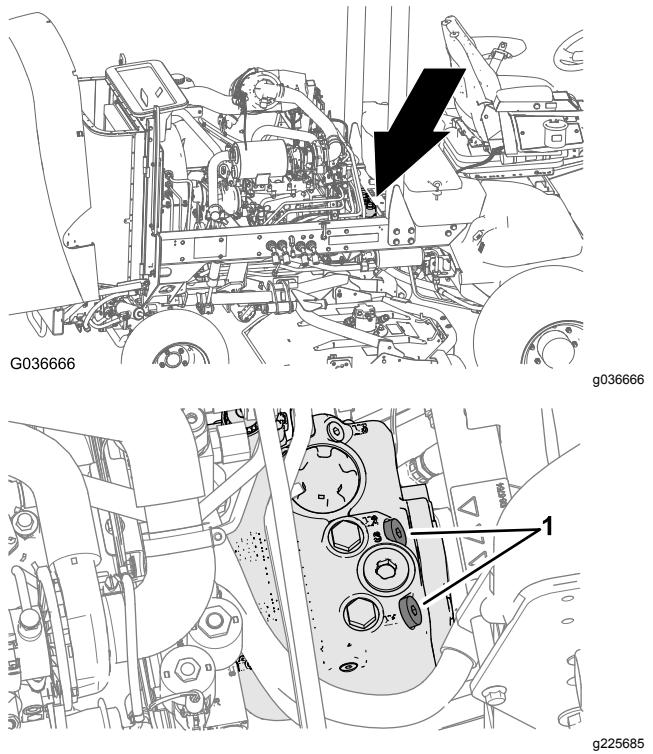

Figura 67
1. Aprite il cofano e individuate le valvole di bypass (Figura 67) sopra la pompa, dietro la batteria e i vani portaoggetti.